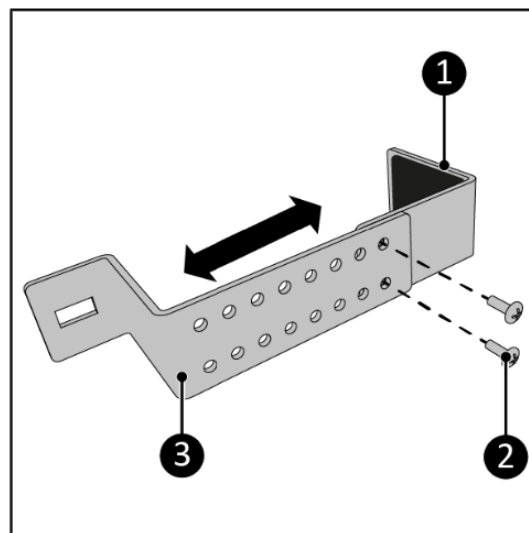

Figura 16.
3. Înșurubați partea superioară (**12**) (Figura 16, articolul 1) și partea inferioară (**11**) (Figura 16, articolul 3) folosind două șuruburi M5 x 7 mm (Figura 16, articolul 2). Asigurați-vă că lățimea este puțin mai mare decât lățimea ramei ferestrei.